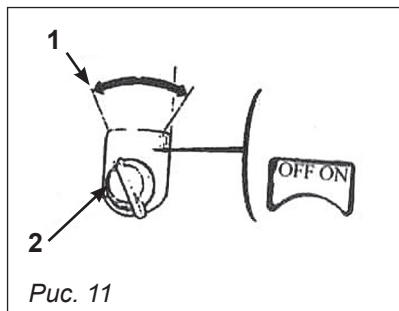

Рис. 11
Переместите выключатель зажигания в положение «Запуск» (ON) (рис. 11).
Чтобы остановить двигатель в случае крайней необходимости, поверните переключатель в позицию «Выключить» (OFF) (рис. 11).
2. Поверните выключатель двигателя в позицию «Выключить» (OFF) (рис. 11).